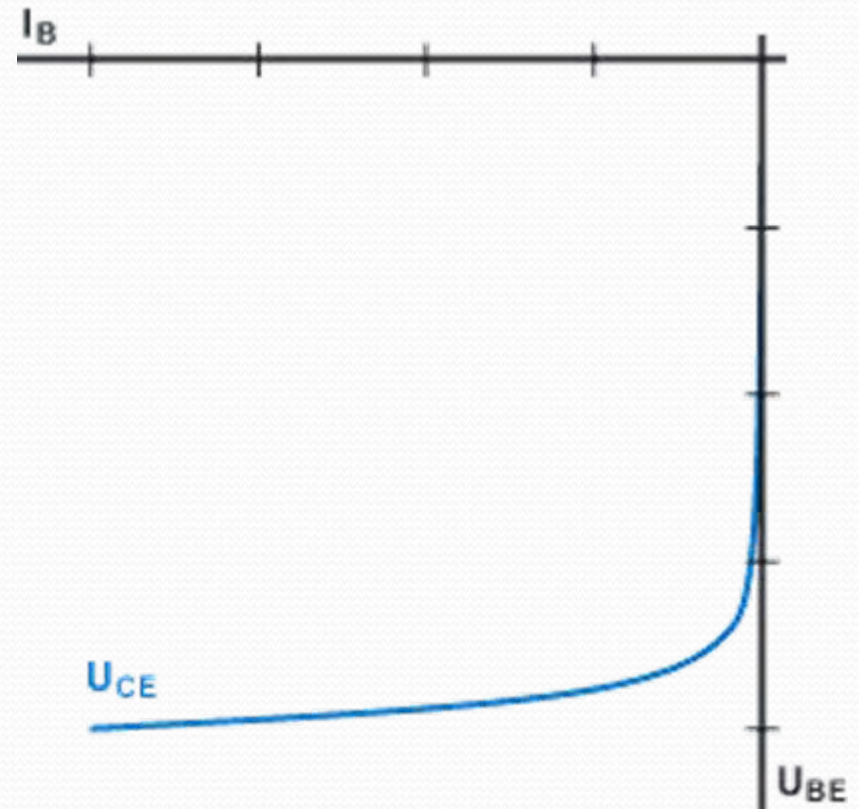

Abb. 20
- Abb. 20: <http://www.elektronik-kompndium.de/sites/bau/diagramm/02031112.gif>